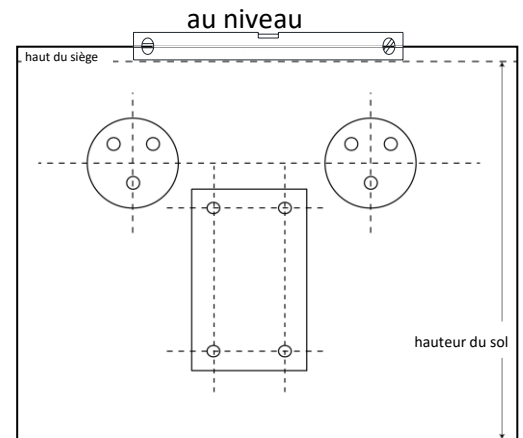

Figure 1
1. Placez le **gabarit de montage** contre le mur à la hauteur voulue. Alignez votre niveau le long de la ligne marquant le haut du siège (consultez Fig. 1) et ajustez le gabarit de sorte qu'il soit de niveau. Il est recommandé d'installer le siège à une hauteur variant entre 17 po et 19 po (432 mm et 483 mm) au-dessus du sol, cependant la hauteur du siège peut varier légèrement en fonction des besoins personnels ou des préférences. Une fois au niveau, fixez le gabarit au mur avec du ruban adhésif pour peintre (ou similaire) et marquez les 10 trous à percer.